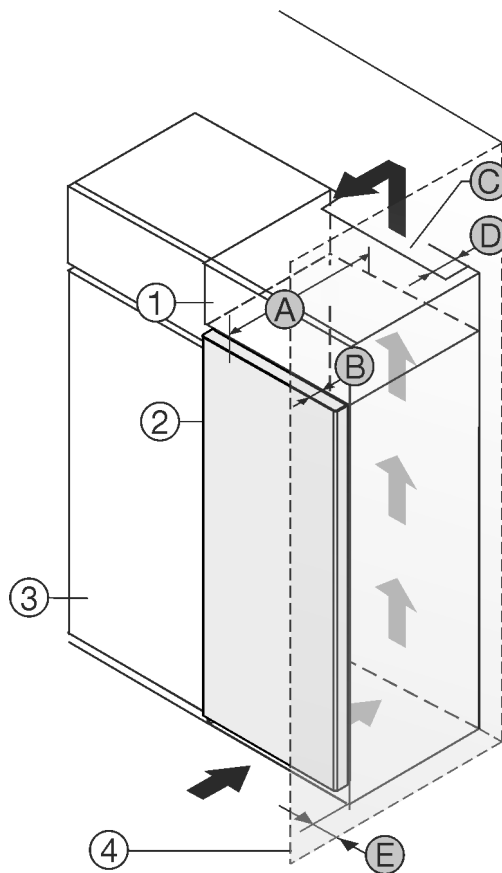

Fig. 1
Μπορείτε να τοποθετήσετε τη συσκευή ακριβώς δίπλα από το ντουλάπι κουζίνας Fig. 1 (3)*.
Στην πίσω πλευρά του επικαθήμενου ντουλαπιού πρέπει να υπάρχει ένα κενό εξαγωγής αέρα με βάθος Fig. 1 (D) σε όλο το πλάτος του επικαθήμενου ντουλαπιού.*
Κάτω από την οροφή του δωματίου πρέπει να τηρείται η διατομή εξαερισμού Fig. 1 (C)*.
Εάν τοποθετήσετε τη συσκευή με τους μεντεσεδες δίπλα σε κάποιον τοίχο Fig. 1 (4), τότε πρέπει η απόσταση ανάμεσα στη συσκευή και στον τοίχο να ανέρχεται σε τουλάχιστον 13 mm.*
Εάν τοποθετήσετε τη συσκευή με τους μεντεσεδες δίπλα σε κάποιον τοίχο Fig. 1 (4), τότε πρέπει η απόσταση ανάμεσα στη συσκευή και στον τοίχο να ανέρχεται σε τουλάχιστον 20 mm.*
Για να μπορείτε να ανοίγετε τελείως την πόρτα, πρέπει η συσκευή να προεξέχει κατά το βάθος της πόρτας Fig. 1 (B) από την πρόσοψη του ντουλαπιού κουζίνας. Η συσκευή μπορεί να προεξέχει περισσότερο, ανάλογα με το βάθος των ντουλαπιών κουζίνας Fig. 1 (3) και την χρήση αποστατών τοίχου.*